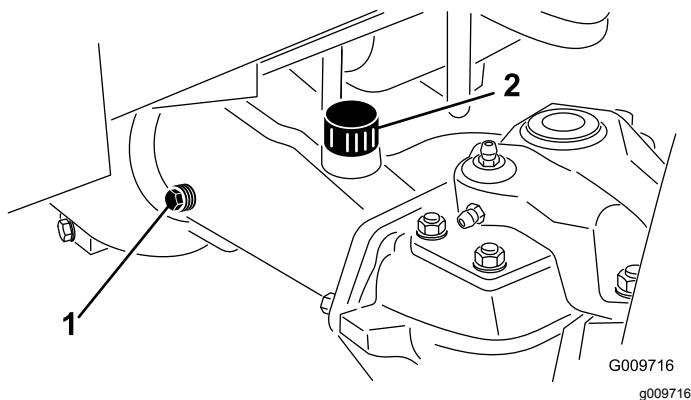

Figure 58
2. Enlevez un bouchon de contrôle à une extrémité du pont et vérifiez que le lubrifiant atteint la base de l'orifice (Figure 58).